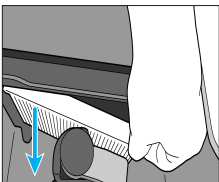

图 10
5. 将旧空气滤网从其槽位中笔直滑出。操作时注意避免震落灰尘或碎屑（图 10）。